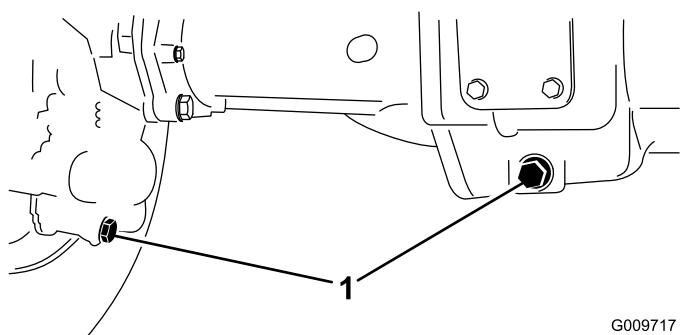

Figure 66
2. Nettoyez la surface autour des 3 bouchons de vidange, 1 à chaque extrémité et 1 au centre (**Figure 66**).